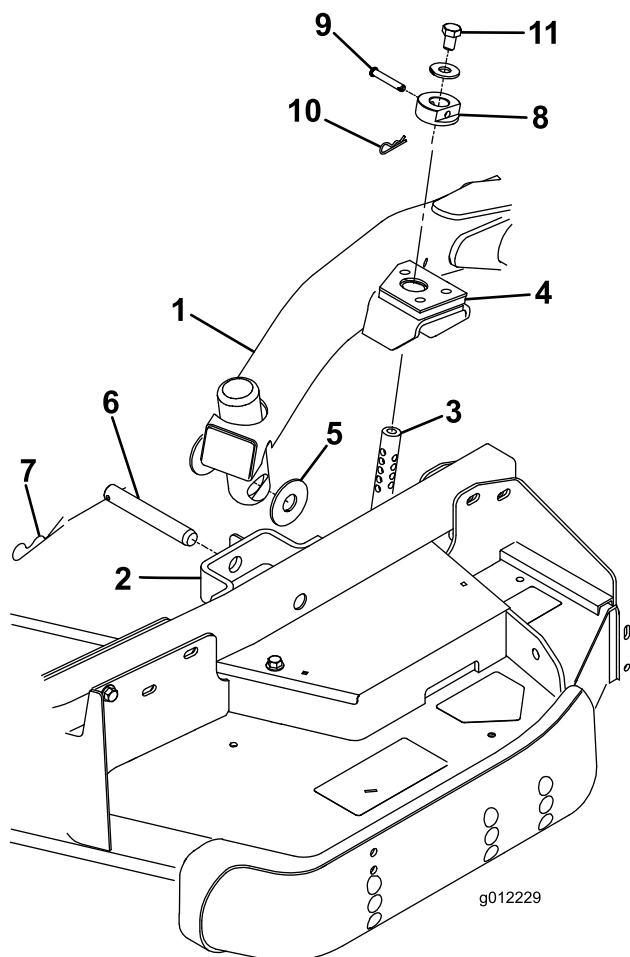

Figure 3
2. Placez le levier de relevage en position de flottement. Poussez un bras de relevage vers le bas jusqu'à ce que ses trous soient alignés sur ceux du support du bras pivotant. Il est alors possible d'introduire la tige de réglage de hauteur de coupe dans les patins du bras de levage (Figure 3).
3. Fixez le bras de relevage au bras pivotant avec (2) rondelles de butée, un axe de chape et une goupille fendue. Placez les rondelles de butée entre le bras de relevage et le support de bras pivotant (Figure 3). Insérez l'extrémité de la goupille fendue dans la fente de la patte du bras pivotant pour retenir la goupille fendue.
7. Montez les bagues de hauteur de coupe sur les tiges de réglage de hauteur de coupe et fixez-les avec les axes de chape et les goupilles fendues (Figure 3). La tête de l'axe de chape doit être dirigée vers l'avant du plateau.
8. Montez un boulon 1/2 x 3/4" et une rondelle sur chaque tige de réglage de hauteur de coupe (Figure 3).